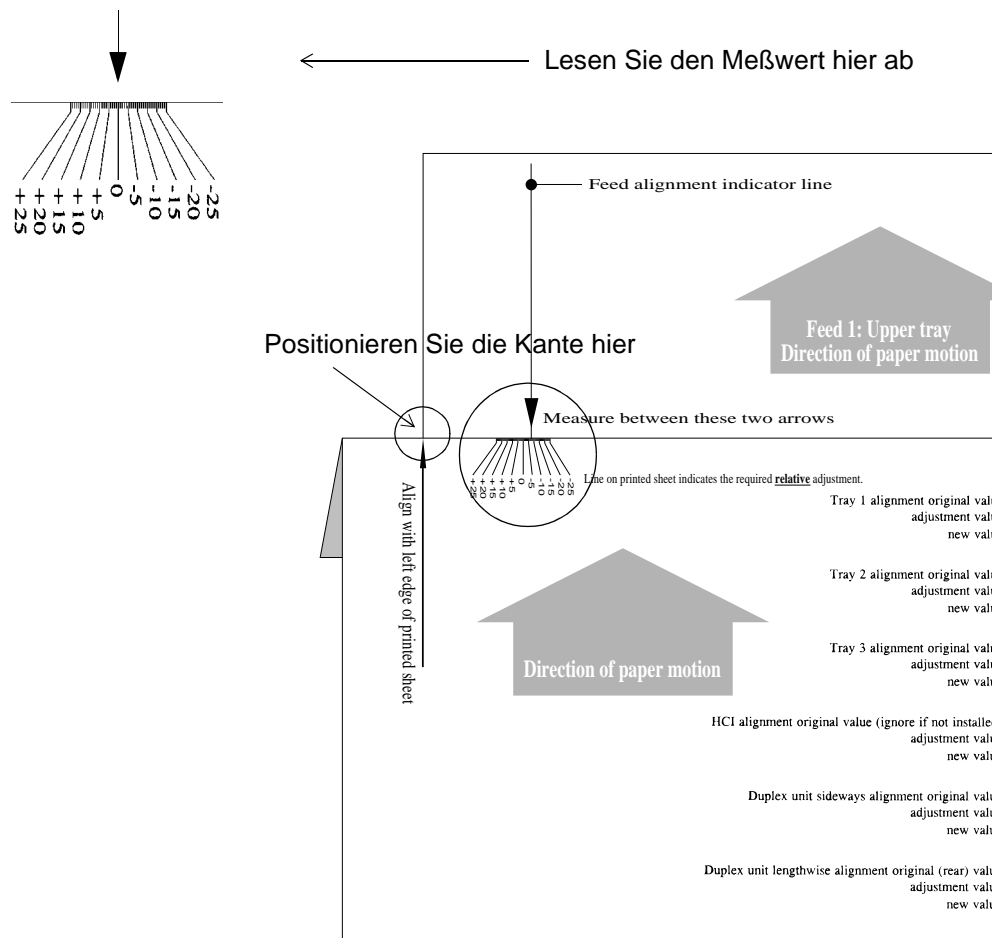

Abbildung 6-10 Vermessen der Ausrichtung an der Ausrichtungsskala
- Legen Sie die Linie „Am linken Rand des gedruckten Blatts anlegen“ am linken Rand des Ausrichtungsblatts für Fach 1 an. Abbildung 6-10 zeigt die Position der beiden Blätter bei einer richtigen Ausrichtung.